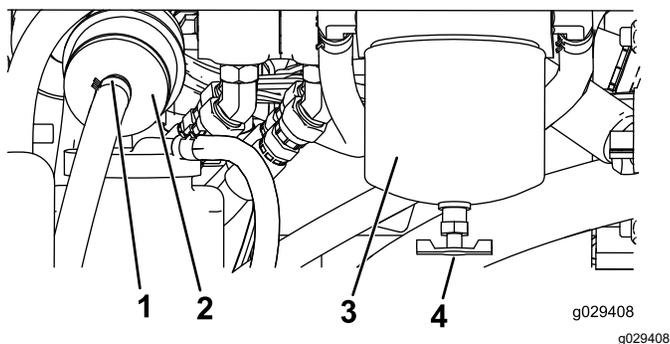

図 47
4. エンジン後方にある燃料フィルタ 図 47 を探し出し、その下に回収容器をおく。
4. エンジン右側にある燃料フィルタ 図 47 を探し出し、その下に汚れていない容器をおく。
5. フィルタ容器 (図 47) の周辺をウェスできれいにぬぐう。
6. フィルタ容器を外して取り付け部をきれいに拭く 図 47。
9. ガスケットが取り付け部に当たるまで手でフィルタをねじ込み、そこからさらに $\frac{1}{2}$ 回転締め付ける 図 47。
10. 燃料フィルタ容器の左側にあるインラインフィルタ 図 47 を探し出し、フィルタの側面についている燃料の流れ方向を示す矢印の向きを確認する。
11. インラインフィルタの前後両方のクランプをゆるめて、フィルタをホースから外す 図 47。外したフィルタは廃棄する。
12. 新しいフィルタにホースを接続する 図 47 フィルタについている矢印がエンジン電気燃料ポンプの方を向くように取り付けること。